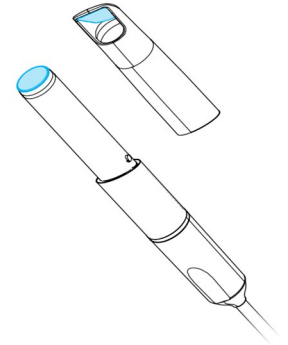

Figura 8: Limpieza de la óptica de la funda y de la pieza de mano
2. Limpie la óptica de la funda de la pieza de mano con un bastoncillo mojado en alcohol (consulte *Figura 8: Limpieza de la óptica de la funda y de la pieza de mano*, p. 34).
3. Limpie la óptica de la pieza de mano (sin la funda) con un bastoncillo mojado en alcohol (consulte *Figura 8: Limpieza de la óptica de la funda y de la pieza de mano*, p. 34).